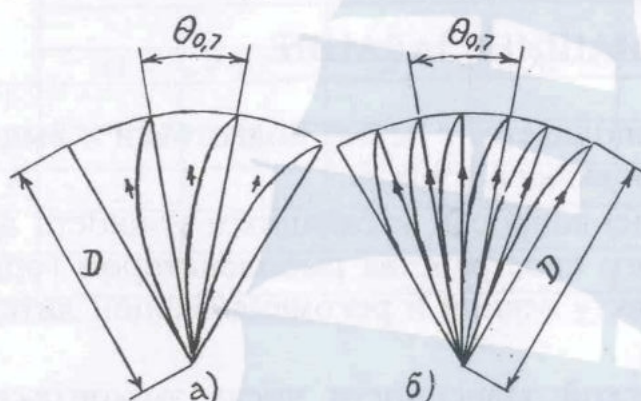

Рис. 1. Зоны уверенного приема эхосигналов при последовательном обзоре
уверенного приема эхосигналов, как видно из рис. 1, а, занимает относительно малую долю облученного сектора, по ширине равного ширине диаграммы направленности антенны. Для обеспечения приема хотя бы одного эхосигнала от объекта, находящегося в секторе шириной  $\theta_{0,7}$ , скорость разворота антенны необходимо уменьшить. Если уменьшить скорость разворота в два раза, то площадь зон уверенного приема эхосигналов существенно возрастет, как это видно из рис. 1, б. Однако и в этом случае еще не из всего облученного сектора возможен прием даже и одного эхосигнала. Но теория обнаружения сигналов на фоне помех говорит о том, что одного эхосигнала далеко недостаточно, чтобы лишь по нему судить об обнаружении объекта. Таким образом, для обеспечения приема нескольких идущих друг за другом эхосигналов от объекта, скорость разворота антенны должна быть еще меньше. Из графических построений, подобных рис. 1, можно заключить, что для приема  $m$  последовательно идущих эхосигналов от объекта, находящегося в секторе шириной  $\theta_{0,7}$ , скорость разворота антенны, которая дается выражением (2), необходимо уменьшить в  $m+1$  раз.
приема эхосигналов существенно возрастет, как это видно из рис. 1, б. Однако и в этом случае еще не из всего облученного сектора возможен прием даже и одного эхосигнала. Но теория обнаружения сигналов на фоне помех говорит о том, что одного эхосигнала далеко недостаточно, чтобы лишь по нему судить об обнаружении объекта. Таким образом, для обеспечения приема нескольких
идущих друг за другом эхосигналов от объекта, скорость разворота антенны должна быть еще меньше. Из графических построений, подобных рис. 1, можно заключить, что для приема  $m$  последовательно идущих эхосигналов от объекта, находящегося в секторе шириной  $\theta_{0,7}$ , скорость разворота антенны, которая дается выражением (2), необходимо уменьшить в  $m+1$  раз.